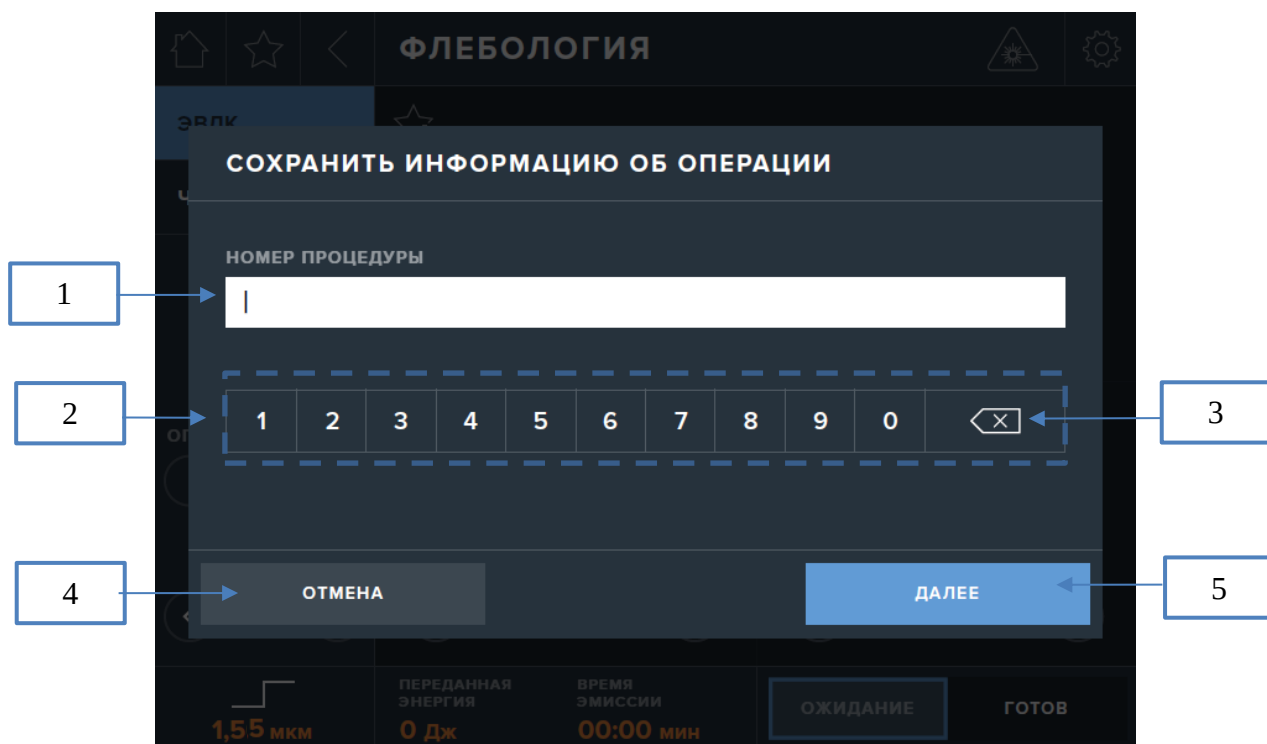

Рис. 35. Экран сохранения информации об операции
После подтверждения запроса на сохранение, в открывшемся окне (рис. 35) необходимо ввести номер процедуры (1) с помощью экранной клавиатуры (2). Для удаления последнего введенного символа необходимо нажать кнопку (3).
В появившемся окне (рис. 35) необходимо ввести старый (текущий) пароль (1), новый пароль (2) и повторно ввести новый пароль (3) с помощью клавиатуры (7). Для удаления последнего введенного символа необходимо нажать кнопку (6).